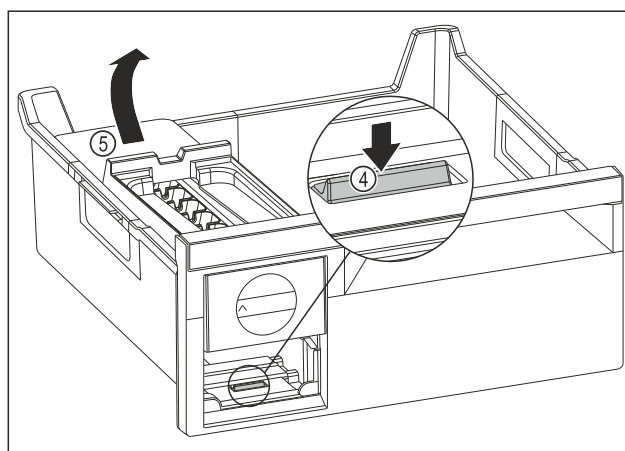

Fig. 78
- Retirer le corps de l'EasyTwist-Ice : Avec le doigt, pousser la languette Fig. 78 (4) vers le bas tout en soulevant de l'autre main le corps de l'EasyTwist-Ice Fig. 78 (5) depuis l'arrière.